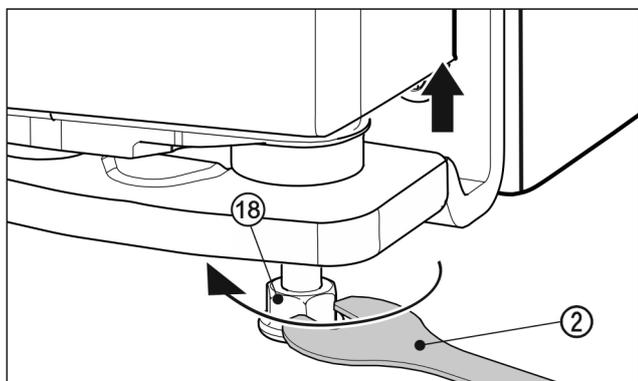

Fig. 26
- ▶ 使用附带的叉形扳手 Fig. 26 (2) 向右旋转垫脚 Fig. 26 (18)，直到接触地面，以便抬起门。之后继续旋转，直到门的高度调整完毕。交货时，轴承螺栓处于完全拧入状态。